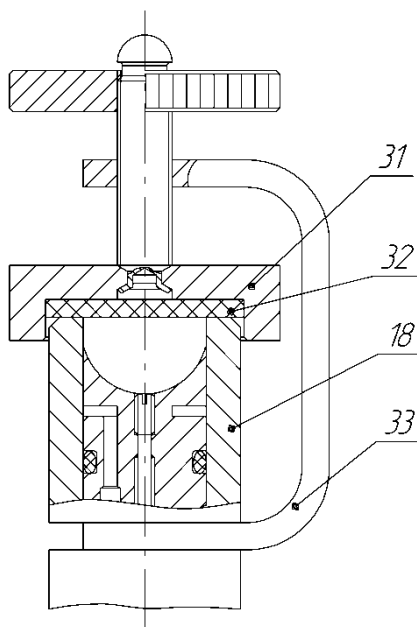

Рисунок 8 – Установка приспособления для проверки герметичности
- заглушить сопло калибратора давления, прижав к срезу сопла (поз.18, рисунок 8) пластину (поз.31) с резиновой прокладкой (поз.32) с помощью приспособления для проверки герметичности (поз.33) (входит в комплект поставки);
**ВНИМАНИЕ: ПОСЛЕ ОКОНЧАНИЯ ПРОЦЕДУРЫ ПРОВЕРКИ ГЕРМЕТИЧНОСТИ, ВО ИЗБЕЖАНИЕ ПОВРЕЖДЕНИЯ МАНОМЕТРА, ПЛАВНО СБРОСЬТЕ ДАВЛЕНИЕ ИЗ КАЛИБРАТОРА, ОСЛАБЛЯЯ ПРИЖАТИЕ ПЛАСТИНЫ (ПОЗ. 31, РИСУНОК 8) ПРИСПОСОБЛЕНИЯ ДЛЯ ПРОВЕРКИ ГЕРМЕТИЧНОСТИ.**